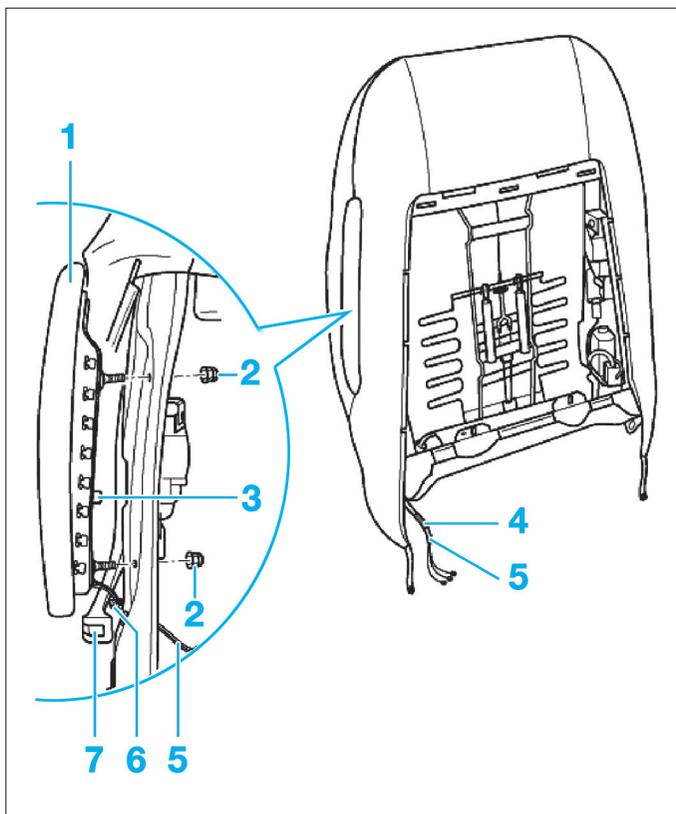

Fig. 6
- Desserrer la gaine (4) (Fig.6).
- Retirer le faisceau de câbles (5) par le haut.
- Dévisser les écrous (2) de l'airbag latéral (1).
- Extraire la languette métallique (3) en faisant levier.
- Déposer l'airbag latéral (1).
- Retirer le clip (6) et extraire avec précaution le faisceau (5).